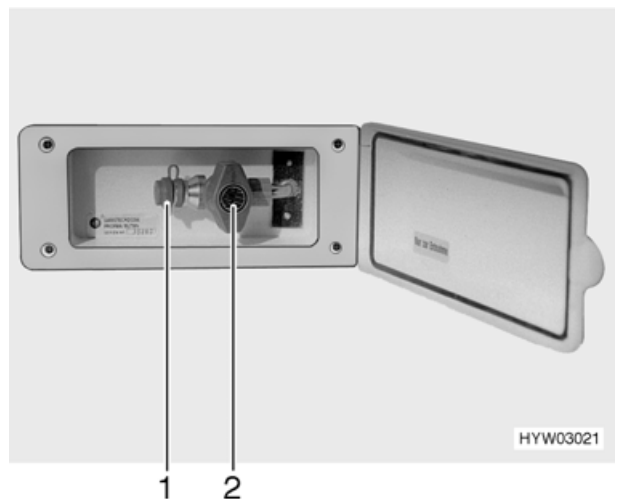

Fig. 54 Presa gas esterna, rubinetto chiuso
- ▶ Quando la presa gas esterna per il gas non viene utilizzata, chiudere sempre il rubinetto (Fig. 54,2).
- ▶ Accertarsi che dopo aver collegato l'impianto a gas e aver aperto il rubinetto non fuoriesca del gas dalla presa esterna (Fig. 54,1). Se la presa gas esterna perde, il gas si disperde nell'atmosfera. Chiudere immediatamente il rubinetto e la valvola principale della bombola del gas. Fare controllare la presa esterna del gas da un'officina autorizzata.
La presa gas esterna si trova (Fig. 54) sul lato anteriore destro vicino al vano portabombole.